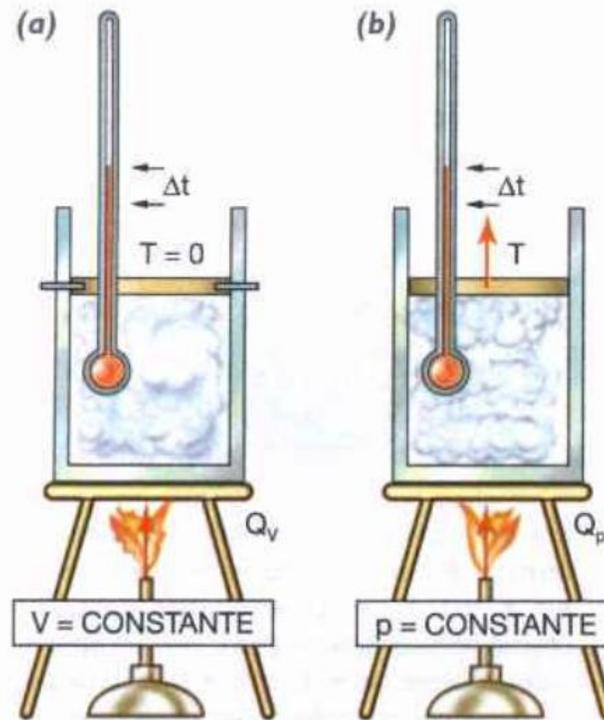

Figura 8.12: Aquecimento isovolumétrico e expansão isobárica, com a mesma variação de temperatura (Fonte: Alvarenga e Máximo, 2006, p. 122)
Duas amostras idênticas, (a) e (b), de um mesmo gás, sofrem respectivamente um aquecimento isovolumétrico (a) e uma expansão isobárica (b). Nas condições iniciais, as amostras têm a mesma temperatura e ocupam o mesmo volume (figura 8.12). Sabemos que em ambas as transformações, a
4. Considere a situação experimental e a discussão sobre os calores absorvidos à pressão constante (Q_p) e à volume constante (Q_V) tratados na questão ‘em qual das transformações o calor absorvido é maior?’, referente à figura 8.12.